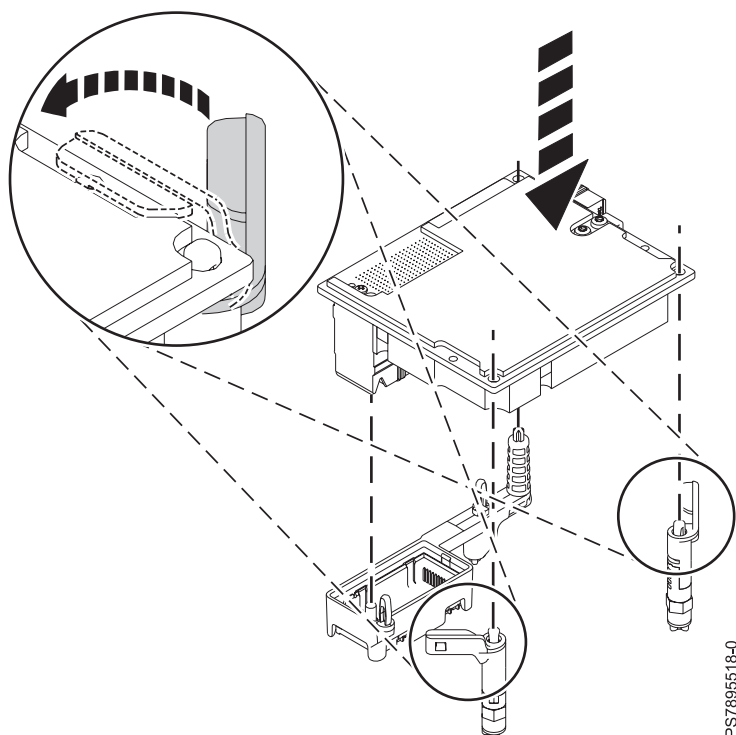

Figure 24. Installation d'une carte d'extension d'E-S dans son connecteur
- a. Vérifiez que les deux pattes de déverrouillage bleues du logement sont en position ouverte (voir figure 24).